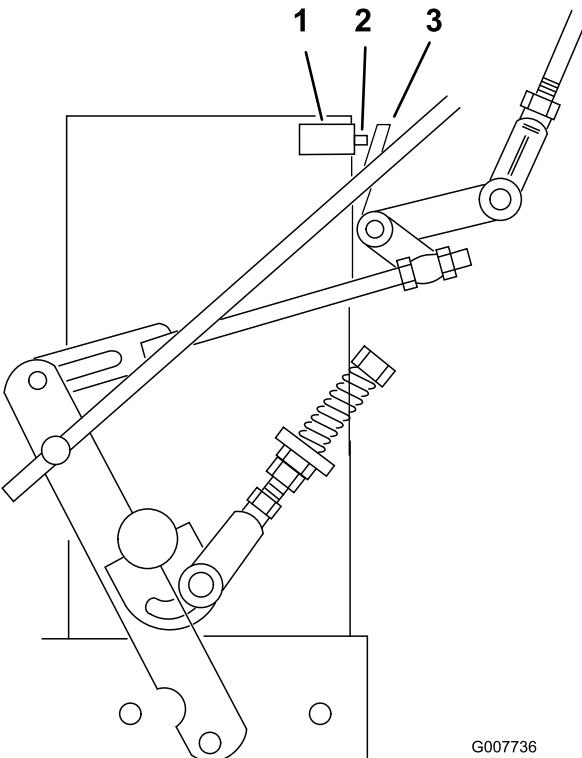

Figure 31
7. Le contacteur de sécurité doit être enfoncé et un espace de 8 mm doit exister entre la languette d'actionnement et le contacteur. (Figure 31).
8. Au besoin, ajustez la position du contacteur pour obtenir un espace de 8 mm (Figure 31).